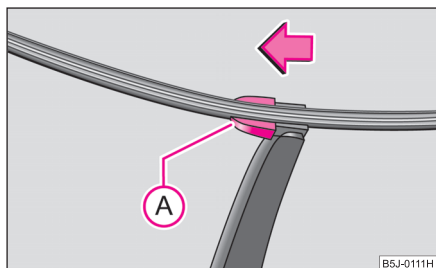

Fig. 43 Balai d'essuie-glace pour lunette arrière
- Ecartez le bras d'essuie-glace de la vitre et positionnez le balai à angle droit par rapport au bras d'essuie-glace ⇒ fig. 43.
- Avec l'autre main, déverrouillez la sûreté (A) dans le sens de la flèche et retirez le caoutchouc.